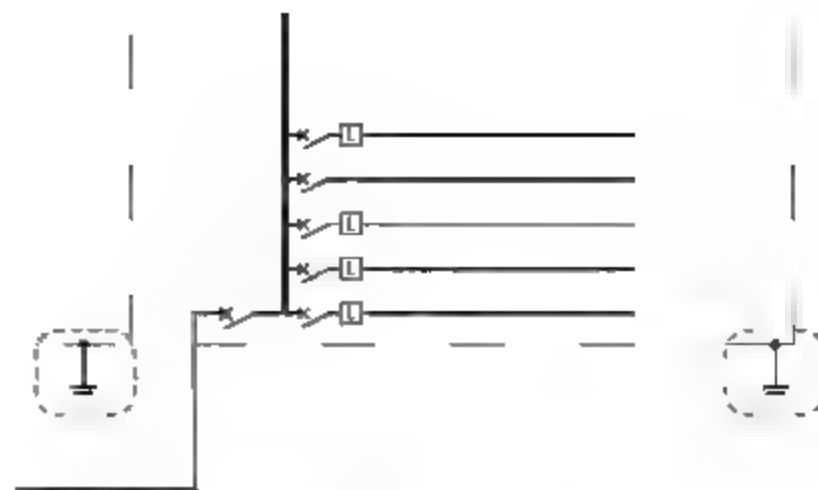

图13-14 填充图案
**13** 调用H【图案填充】命令，选择SOLID图案，填充圆形的结果如图13-14所示。